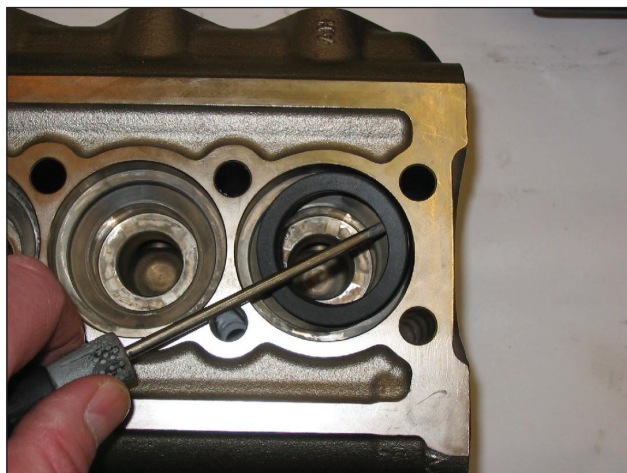

Fig. 21
C) Extraer las juntas de alta presión del cabezal y aquella de baja presión del correspondiente soporte utilizando herramientas simples como se indica en la Fig. 21, prestando atención de no dañar las correspondientes sedes.
Prestar atención al orden de desmontaje del paquete de juntas como se indica en la Fig. 21, compuesto por: